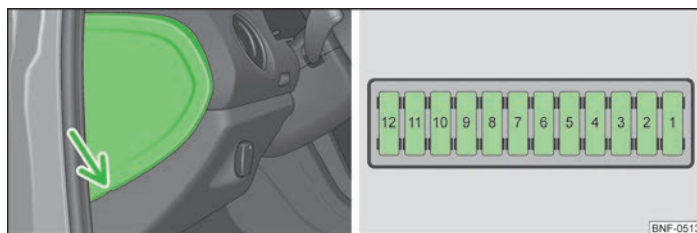

Fig. 121 Sobre el lado del conductor en el tablero de instrumentos: Tapa de la caja de fusibles/Representación esquemática de la caja de fusibles
- Introducir un objeto plano adecuado, p.ej. un destornillador, en la ranura dentro de la zona de la flecha » fig. 121, levantar con cuidado la cubierta y retirarla.